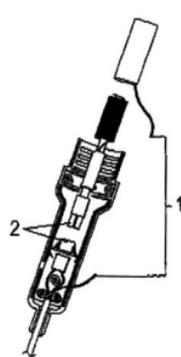

Fig.3
- Nach dem Einsetzen in das Edelstahlrohr schließen Sie den Schutzleiteranschluss wieder an (Fig. 3).